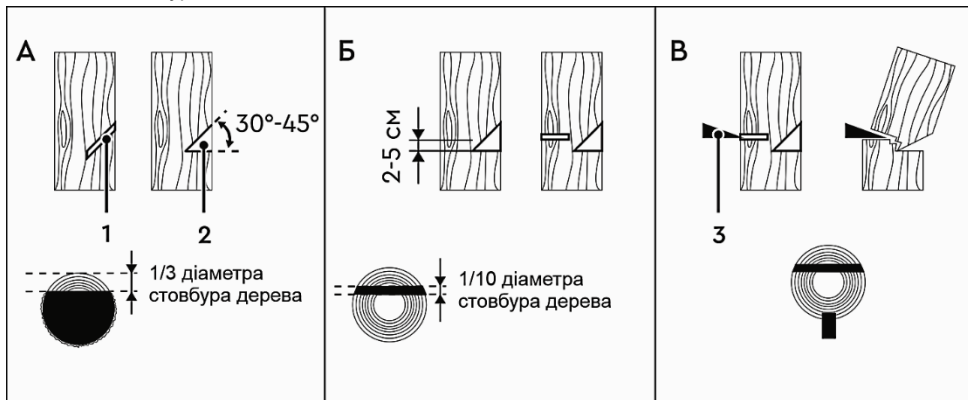

Рисунок 5
4.3.4 Виконання пропилів (дивіться рисунок 5)
Увімкніть пилу та почніть пиляти дерево з того боку куди воно має впасти (1, рисунок 5-А). Зробіть клиноподібний пропили (2, рисунок 5-А) під кутом 30°-45°, глибина якого приблизно дорівнює 1/3 від товщини стовбура.
Валочний розпил (рисунок 5-Б) виконайте з протилежного боку від клиноподібного пропили, помістивши зубчастий упор пили на стовбур на 2-5 см вище нижнього краю клиноподібного пропили. Завершіть пиляння тоді, коли до внутрішнього краю клиноподібного пропили залишиться близько 1/10 діаметра стовбура. Коли робите валочний розпил, не намагайтеся пропиляти стовбур наскрізь до клиноподібного пропили. Частина стовбура, яка залишилася не пропиляною, буде направляти його в необхідний бік. Коли дерево почне падати, зупиніть роботу пили та негайно відійдіть у безпечну зону. Якщо дерево не почало падати, необхідно забити клин (3, рисунок 5-В), після чого дерево почне падати в сторону клиноподібного пропили.